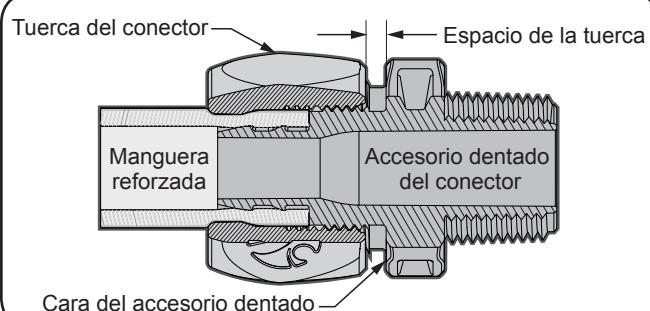

Figura 8. Accesorio de conexión rápida
- Deslice la manguera sobre los accesorios dentados hasta que encaje bien. Ver Figura 8.